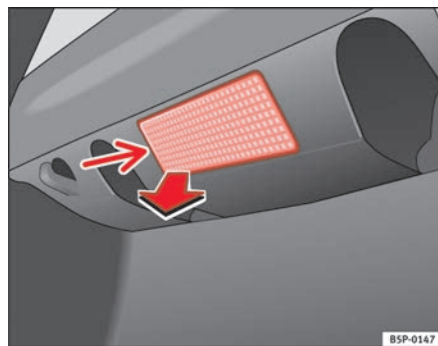

Fig. 197 Luz do porta-bagagens
- Extrair a tulipa pressionando o rebordo da parte interior da mesma -seta- com ajuda da parte plana da chave de parafusos ⇒ fig. 197.